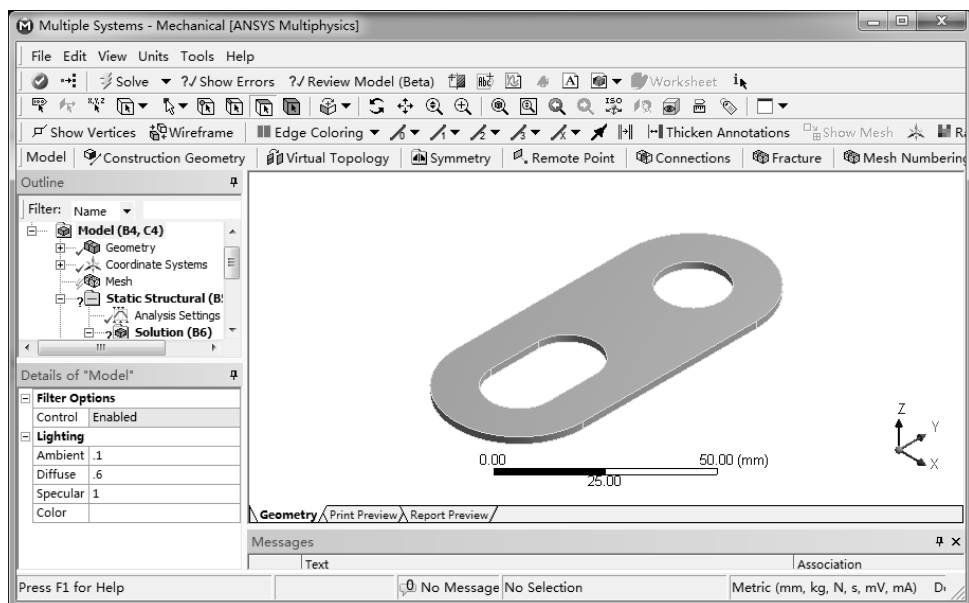

图 12-26 Mechanical 界面
1) 双击【Project Schematic (项目管理区)】中项目 B 的 B4 栏的【Model】项, 进入 Mechanical 界面。在该界面下可进行网格划分、分析设置、结果观察等, 如图 12-26 所示。